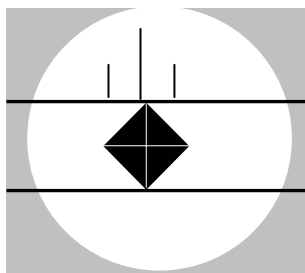

图 5-12 移动下部细线到压痕下尖端
9. 旋转测量鼓轮，使下部细线刚好卡住压痕的下尖端。见图 5-12。